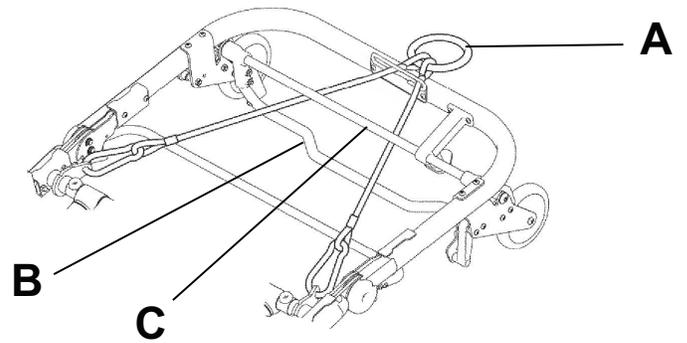

Abbildung 20 – Anbringen der Kabel der Abschleppvorrichtung
1. Die Seilwinde am Ring (A) der Abschleppvorrichtung einhängen (Abbildung 20).
3. Die Kabel über dem roten Entriegelungsbügel (B) und unter dem schwarzen Bügel (C) anbringen (Abbildung 20).